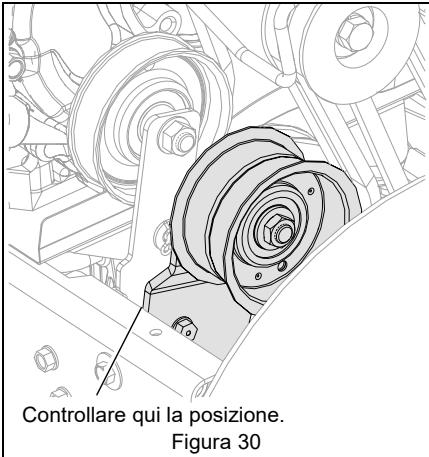

Figura 30
5. Con la frizione dell'attrezzatura disinnestata, assicurarsi che il braccio del tendicinghia della fresa tocchi il telaio. Vedere Figura 30.